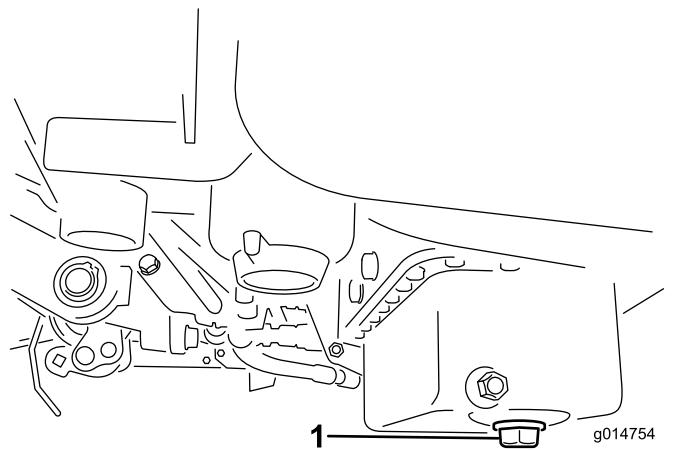

Bild 43
1. Entfernen Sie die Ablassschraube und lassen das Öl in eine Auffangwanne ab. Schrauben Sie die Ablassschraube wieder ein, nachdem das Öl abgelaufen ist (Bild 43).